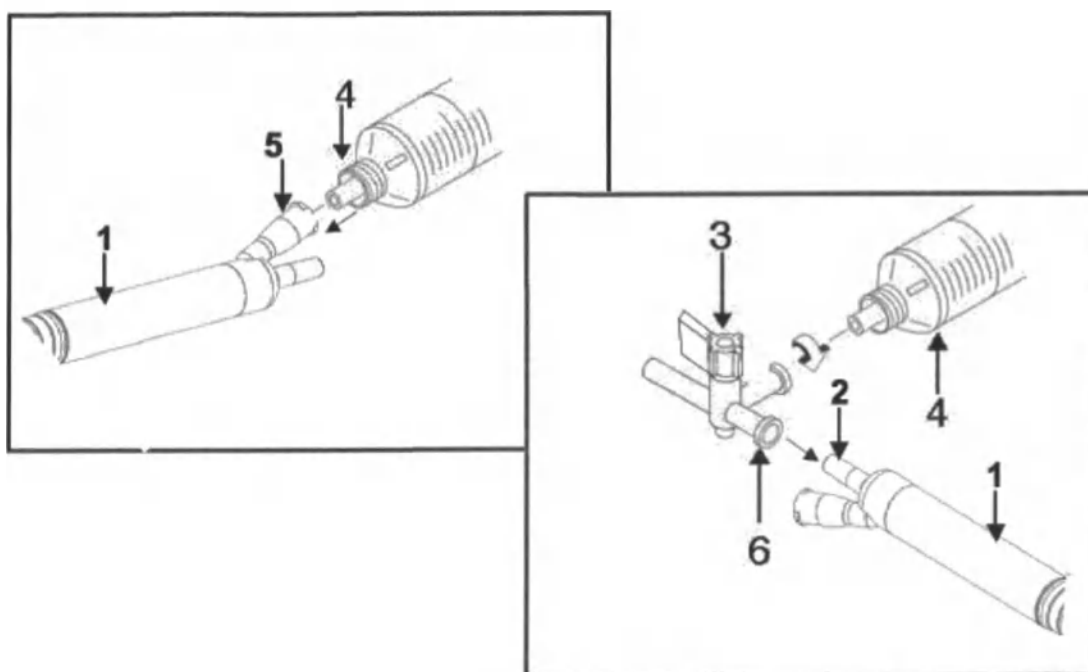

рис. 5.2. Настройка промывки рукоятки для ирригации и аспирации.
- С. Подсоедините конец шприца к ирригационному патрубку рукоятки (см. рис. 5.2).